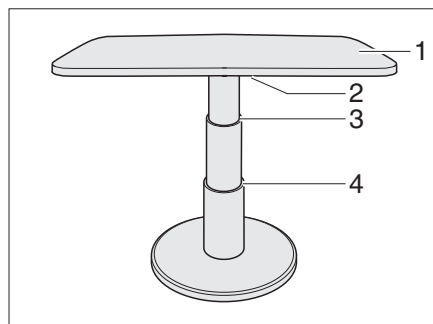

Fig. 57 Table à hauteur réglable de la dinette en U
- Faire basculer le levier de verrouillage (Fig. 57,2) vers la gauche. Le verrouillage est ouvert.
- Appuyer le plateau de table (Fig. 57,1) au milieu vers le bas jusqu'à la butée désirée (Fig. 57,3 ou 4) et le maintenir appuyé.
- Faire basculer le levier de verrouillage (Fig. 57,2) vers la gauche. La table à hauteur réglable est verrouillée.